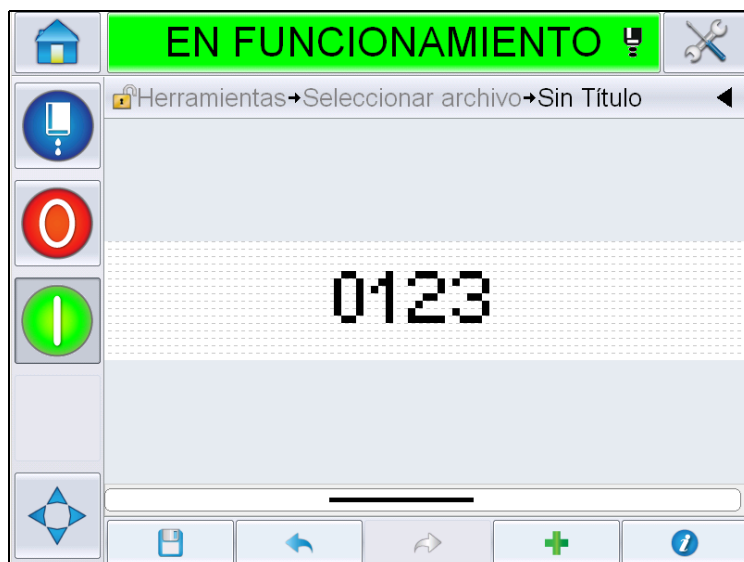

Figura 5-34: Campo de contador en la página de mensajes
- 14 Seleccione y establezca los parámetros conforme a los requisitos y toque OK (Aceptar). El mensaje con el formato seleccionado se muestra en la página de *mensajes* (Figura 5-34). Continúe con el paso 18 en la página 5-43 para guardar el mensaje o pase al próximo paso para agregar otro campo.